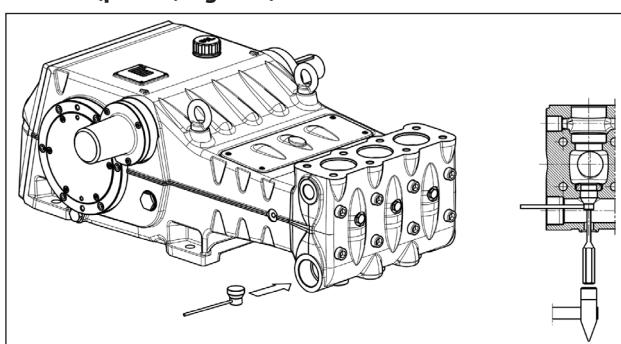

Fig. 113
Se a extração do grupo da válvula de aspiração resultar particularmente difícil (por ex. por incrustação devido a uma inutilização prolongada da bomba) use a ferramenta extradora cód. 27516200 (para LK36-LK40-LK45) ou cód. 27516300 (para LK50-LK55-LK60) (pos. ①, Fig. 113) e atue como indicado.